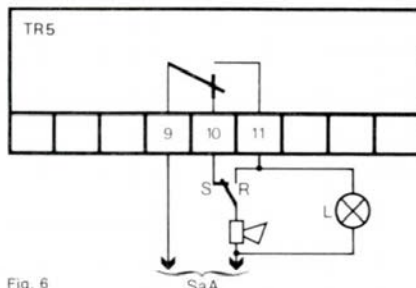

Fig. 6
- avec inverseur signal-recherche et signalisation lumineuse à distance pour un TR5 version standard (fig. 6).